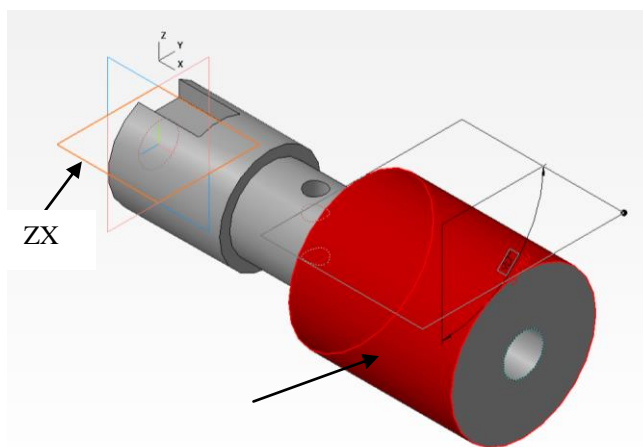

Рисунок 16.
11. Для построения касательной плоскости необходимо выбрать два базовых объектов: **1 объект** - выбираем цилиндрическую поверхность вала диаметром 70, **2 объект** – плоскость **ZX** (подсвечена зеленым цветом на экране). После появления фантома - **Создать объект**(рисунок 16). На экране появится касательная плоскость голубого цвета.